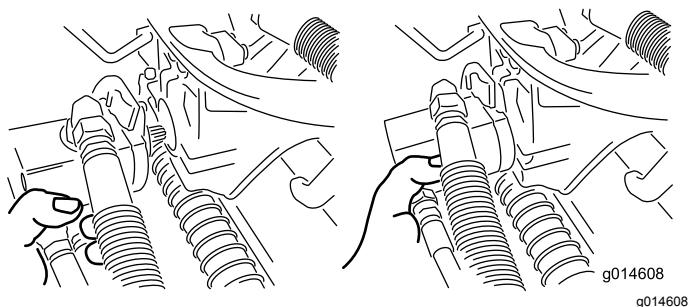

Figura 33
3. Mova o motor para o local de armazenamento na parte da frente do braço de suspensão (Figura 33).